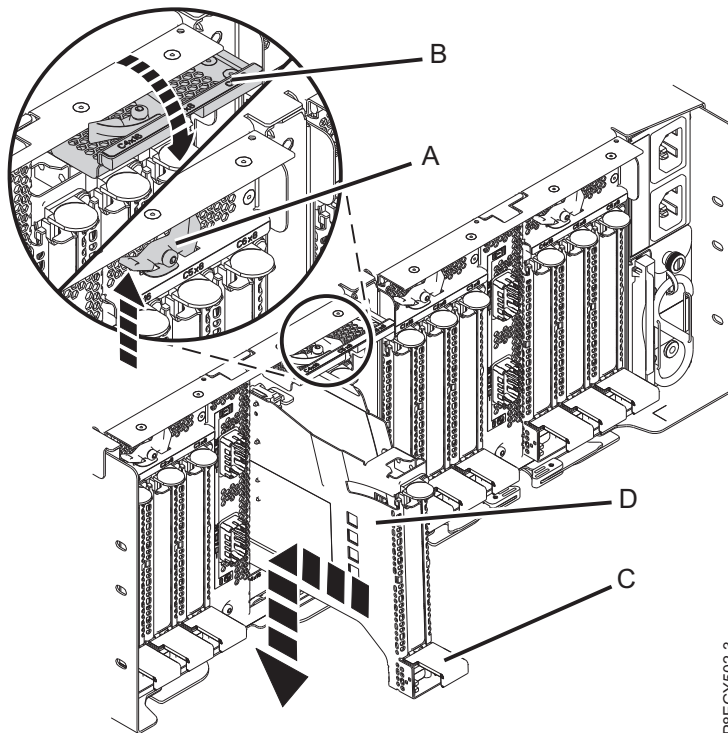

Abbildung 122. PCIe-Adapterkassette im Einschub für PCIe3-Erweiterungen installieren
- b. Fassen Sie die Adapterkassette (D) vorsichtig an der oberen Kante an und richten Sie die Adapterkassette an dem Steckplatz aus. Siehe Abb. 122 auf Seite 120.
- c. Schieben Sie die PCIe-Adapterkassette (D) in den Kassettensteckplatz.
- d. Wenn die PCIe-Adapterkassette (D) vollständig in den Steckplatz geschoben ist, drücken Sie den Kassettengriff (C) nach unten, um die Adapterkassette (D) in ihrem Anschluss zu verriegeln. Siehe Abb. 122 auf Seite 120.
- e. Drehen Sie die Verriegelungsklappe (B) nach unten und drücken Sie sie in die geschlossene Position (siehe Abb. 122 auf Seite 120). Der Verriegelungshebel (A) rastet automatisch ein.